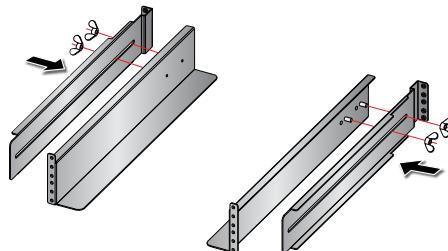

Рис. 3-2. Отрегулируйте рейки по длине и затяните гайки
- 2 Отрегулируйте длину раздвижных реек по глубине стойки и затяните гайки. См. **Рис. 3-2.**